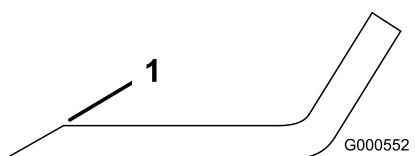

Figure 98
- Remarque:** Si la lame est déséquilibrée, limez un peu l'extrémité de l'ailette seulement (Figure 98).